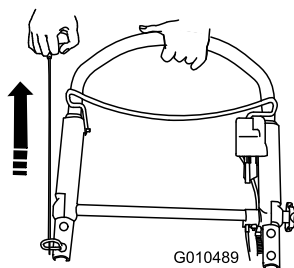

Figure 22
4. Tirez sur la poignée du lanceur (Figure 22).